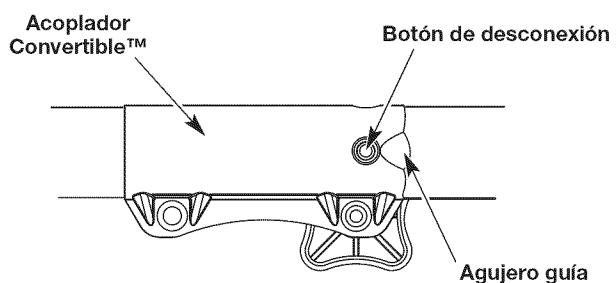

Fig. 2
- NOTA:** Alinear el botón de desconexión con el agujero guía facilitará la instalación (Fig. 2).
2. Oprima y sostenga el botón de desconexión (Fig. 2).